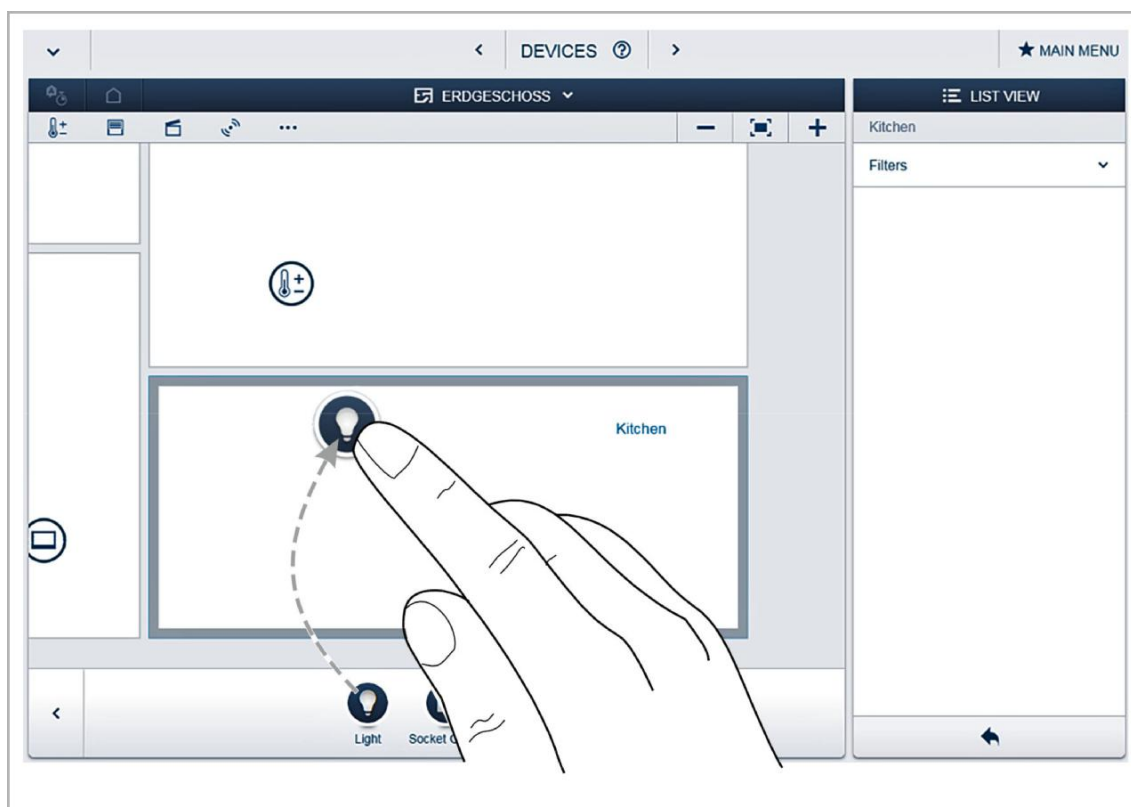

Fig. 22: Glissement de l'application à partir de la barre d'ajout
- Dans la barre "ajouter des appareils", sélectionnez l'application souhaitée et tirez-la par glisser-déposer sur le plan d'étage, voir fig. "Fig. 22: "à la page 41.